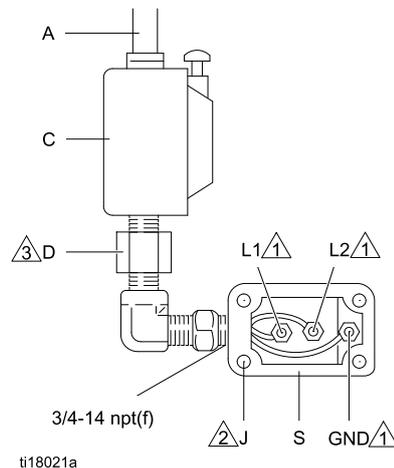

Figure 3 Ligue os fios de alimentação, monofásico
Um vedação de conduíte (D) é necessário dentro de 18 pol. (457 mm) do motor para os EUA e Canadá. Consulte a Fig. 3.
2. Consulte a Figs. 3 e 4. Instale um controle de partida/parada (C) na linha de alimentação elétrica (A) com fácil acesso ao equipamento. O controle de partida/parada deve ser aprovado para uso em locais perigosos.
3. Abra o compartimento elétrico (S) no motor.
### Observações da Figs. 3 e 4
1. Fixe o fio de aterramento ao compartimento elétrico.. Consulte a Fig. 3 e 4.